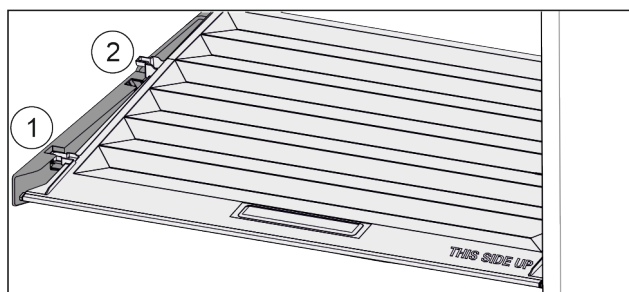

Fig. 67
- ▶ Træk dækslet fremad til åbning i holdedelene Fig. 67 (1).
- ▶ Løft nedefra og bevæg det opad og ud Fig. 67 (2).